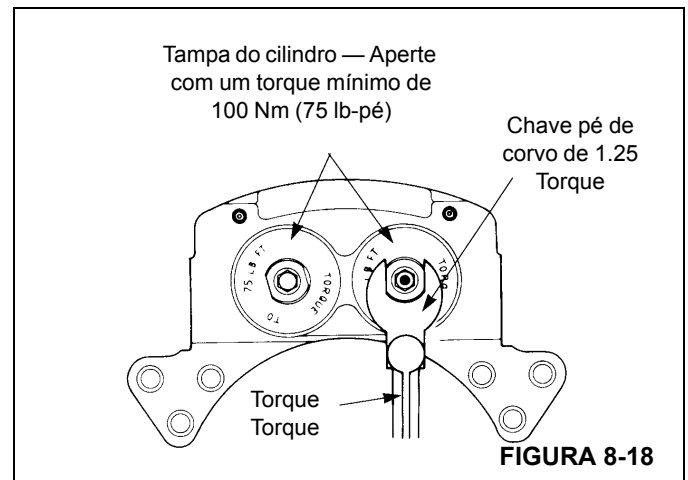

FIGURA 8-18
6. Instale as tampas do cilindro na carcaça do cáliper. Aperte as tampas do cilindro com um torque mínimo de 102 Nm (75 lb-pé) como mostrado na (Figura 8-18).